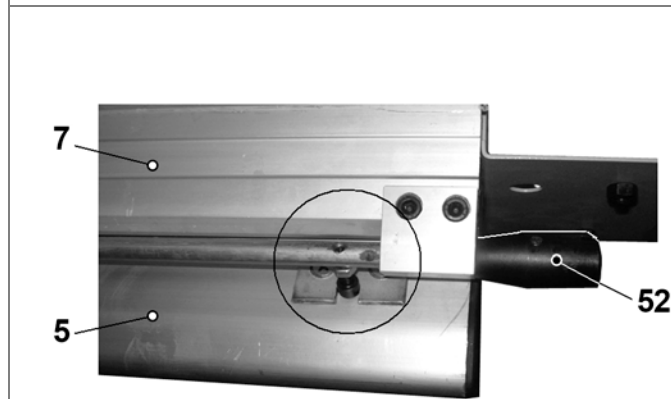

Рис. 7
8.2.2. Перед установкой проверьте и при необходимости ручкой (52) зафиксируйте каретку (7) на основании каретки (5), Рис. 7. Аккуратно установите основание каретки (5) на опоры (47), при выборе положения ориентируйтесь расположением отверстий для крепления на основании каретки (5) к опоре (47). Удерживая основание каретки (5),